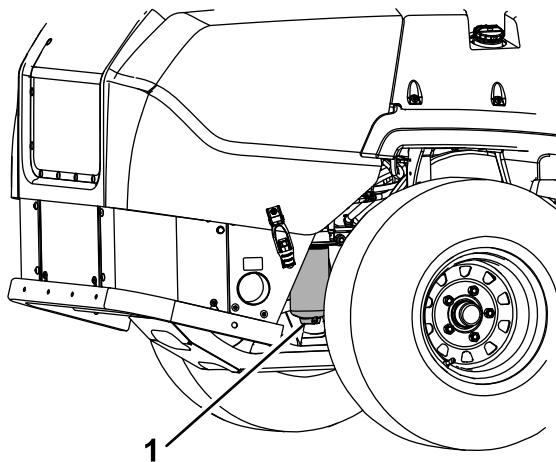

Рисунок 45
4. Відкрийте зливну заглушку на сепараторі води приблизно на 1 оборот, щоб зливались вода та інші забруднювачі (Рисунок 45).